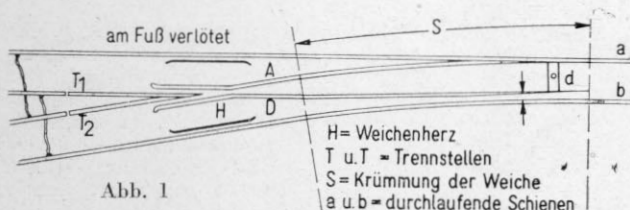

Abb. 1
Ein zweiter, bereits bei der Planung zu berücksichtigender Gesichtspunkt ist der, daß der gebogene Strang der Weiche bei der nachfolgend beschriebenen Bauweise keinen Kreisbogen, sondern eine zusammengesetzte Kurve darstellt. Aus Abb. 1 ist ersichtlich,
S. 11 ersichtlich. Die im geraden Strang liegende Zunge erhält ein längliches Loch, weil an den Zungenspitzen keine weiteren Gelenke vorgesehen sind und so eine Bewegung in der Längsrichtung möglich sein muß. Der einzige Drehpunkt liegt also ungefähr bei A Abb. 1. Wenn der Schnittwinkel der Weiche sehr klein ist, d.h. wenn der Abstand zwischen Zungenspitze und Herz groß ist, kann man auch auf ein Gelenk im gebogenen Strang ganz verzichten. Die gebogene Schiene wird beim Stellen der Weiche lediglich um wenige mm gebogen. Zur Erleichterung dessen feilt man den Schienenfuß in der Nähe des Herzens (D) an drei Stellen ein, so daß nur der Kopf stehen bleibt. Abb. 3.
Schmelzen gebracht. Eine zugefeilte LötKolbenspitze erleichtert die Arbeit. Nach wenigen Versuchen gehen diese beim Gleisbau immer wieder gebrauchten Arbeiten schnell von der Hand. Überschüssiges Lötzinn wird mit der Feile, oder besser mit einem Schaber entfernt. Nach Anlöten des gebohrten Blechplättchens d (Abb. 1) ist der mechanische Aufbau der Weiche abgeschlossen.
Da das ganze Mittelstück metallisch verbunden ist, muß man die beiden Trennstellen T 1 und T 2 anbringen. Die in Abb. 1 eingezeichneten Drahtverbindungen werden unter dem Gleisbrett verlegt. Als Antrieb kann entweder ein sich selbst verriegelnder Weichtrieb, oder ein feststellbarer Handhebel verwendet werden. Wichtig ist, daß die Zungen wegen des elektr. Kontaktes stets sauber und gut angedrückt sind. Der Abstand muß so groß sein, daß ein durchlaufender Spurkranz nicht Schiene und Zunge zugleich berührt und Kurzschluß hervorruft. 4—5 mm genügen meistens.